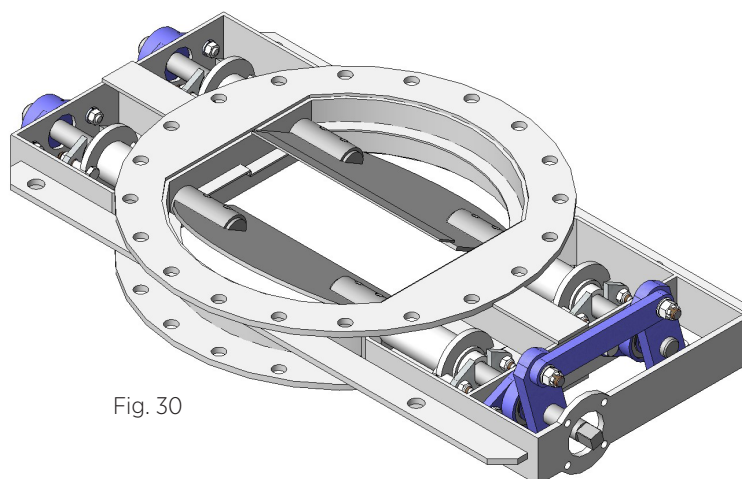

Fig. 30
- Square-head (fig. 30)
- Cuadrado de fontanero (fig. 30)